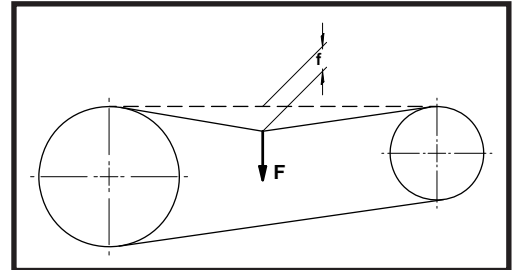
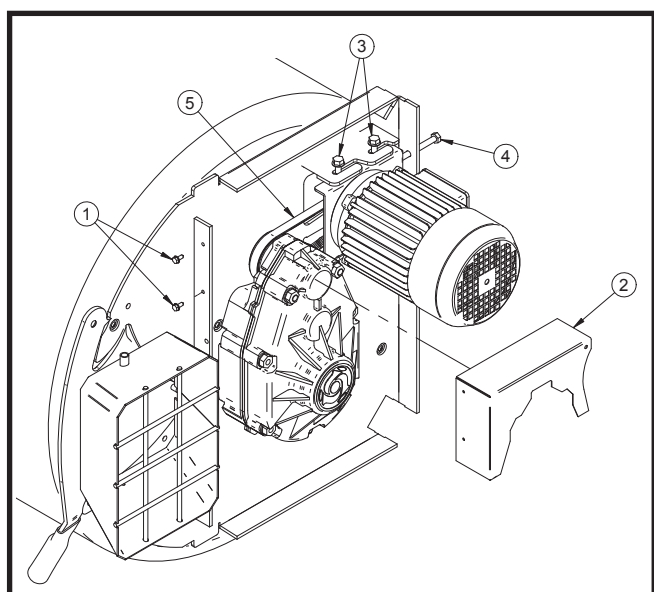

Fig.8
Fig.7
2. Retirar a protecção da correia (ref.2, fig.7), desaparafusando os parafusos (ref.1, fig.7) que a bloqueiam.
3. Soltar os 4 parafusos (ref.3, fig.7) que bloqueiam o suporte do motor eléctrico e puxar a correia (ref.5, fig.7) com ajuda do parafuso (ref.4, fig.7): se a tensão da correia for a correcta, aplicar uma força de cerca de $F = 1,5 \text{ kg}$ na parte central livre da correia, deverá deslocá-la cerca de $f = 5 \text{ mm}$ (fig.8).
6. No final da tensão, apertar os 4 parafusos (ref.6, fig.7).
7. Voltar a colocar a protecção da correia (ref.2, fig.7), com os respectivos parafusos.
3. Soltar os 4 parafusos (ref.3, fig.7) que bloqueiam o suporte do motor e soltar as correias (ref.5, fig.7) com a ajuda dos parafusos (ref.4, fig.7) até que saiam das roldanas do motor e do redutor.
5. Soltar as correias (ref.5, fig.7) com ajuda do parafuso (ref.4, fig.7): se a tensão da correia for a correcta, aplicar uma força de cerca $F = 0,9 \text{ kg}$ na parte central livre da correia, deverá deslocá-la cerca de $f =$
10 mm (fig.8).